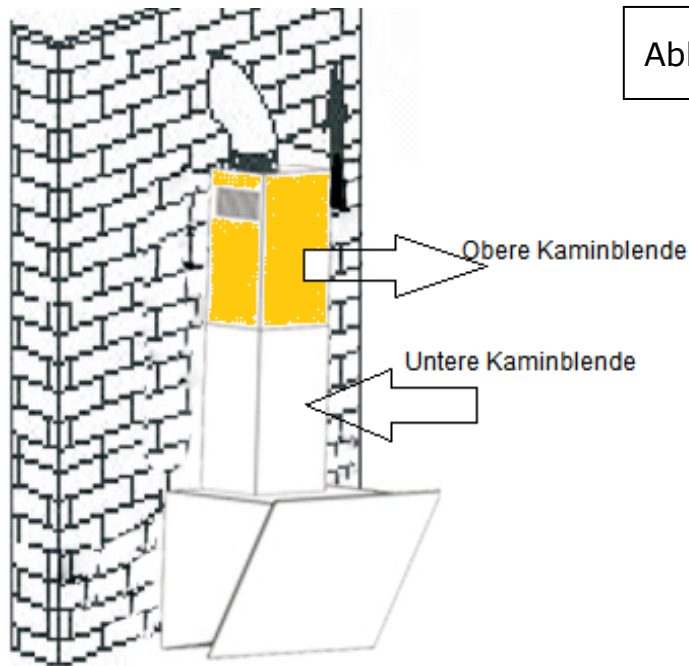

Abb. 6
- Nehmen Sie die obere Kaminblende und setzen Sie diese auf die untere Kaminblende. Schieben Sie die obere Kaminblende (Abb. 6), bis die gewünschte Höhe zum Befestigen erreicht ist.